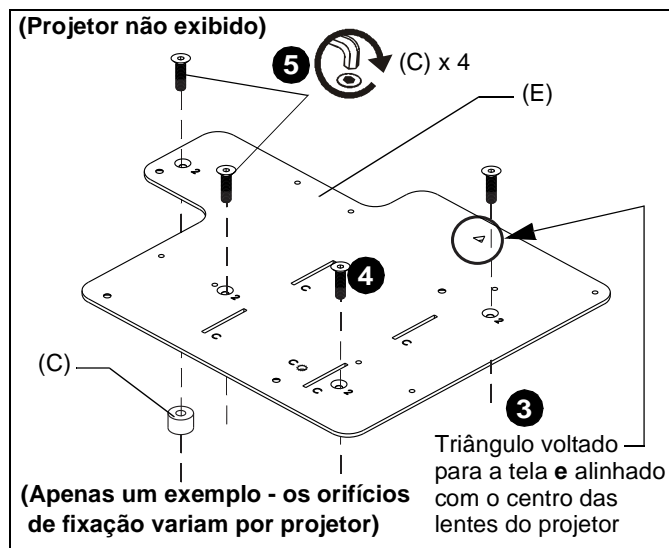

Figura 1
2. Coloque quatro espaçadores (D) nos pinos na parte inferior do projetor.
3. Coloque o suporte de interface (E) (com as marcações "C" visíveis) sobre a parte inferior do projetor, alinhando os orifícios de montagem no suporte com os espaçadores e os pinos na parte inferior do projetor, e deixe o triângulo nos pontos do suporte voltados para a tela, alinhando com o centro das lentes do projetor. (Ver Figura 1)
4. Coloque quatro parafusos (C) de cabeça chata M4 x 16 mm nos orifícios de montagem marcados como "2", através dos espaçadores (D) e adentrando os pinos.